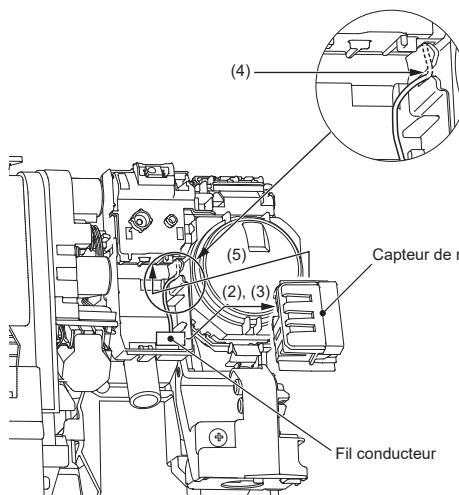
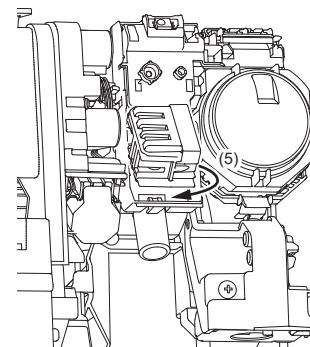

Fig. 1
Fig. 2
- (1) Retirez l'assemblage de panneau droit.
- (2) Retirez le câble de plomb. (Fig. 1)
- (3) Connectez le câble de plomb au capteur de réfrigérant. (Fig. 1)
- (4) Poussez le câble de plomb dans la fente de manière à ce que le capteur de réfrigérant ne le presse pas.
- (5) Installez le capteur de réfrigérant comme indiqué sur la figure. (Fig. 2)